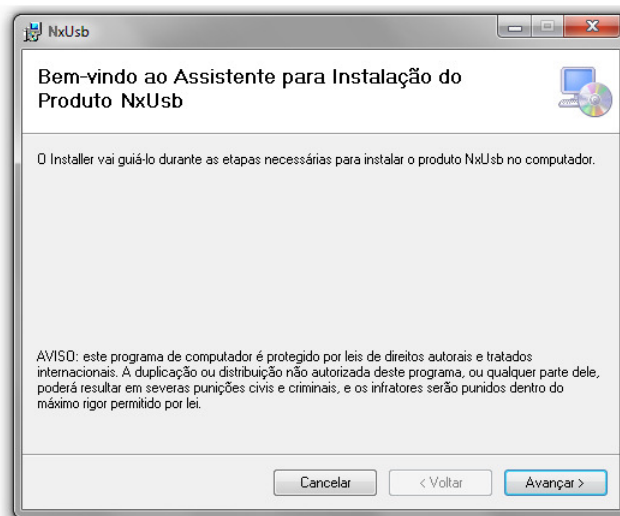

Figura 9
- Coloque o disco de instalação no computador e clique no programa NxUsbSetup.msi. Aparecerá a tela inicial (Figura 9).